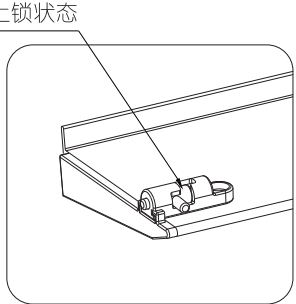

图23
- 3) 将挡板的锁扣件打下如图23所示，（可上下移动挡板，直到听到"咔"一声），将锁扣件插销插入塑料端盖小孔内，如图24所示。让挡板不能往上挪动，使其与装饰底相平。